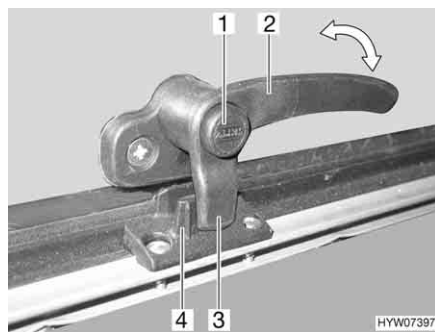
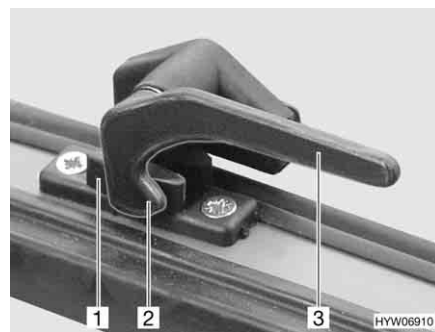

Fig. 57 Leva di serraggio con bottone di sicurezza in posizione "Chiuso"
Fig. 58 Leva di serraggio in posizione "Chiuso"
- Se presente, premere e tenere premuto il bottone di sicurezza (Fig. 57,1).
- Ruotare la leva di serraggio (Fig. 57,2 o Fig. 58,3) di un quarto di giro verso il centro della finestra.
- Ruotare la leva di serraggio (Fig. 57,2 o Fig. 58,3) di un quarto di giro verso il telaio della finestra. Il nasello di chiusura (Fig. 57,3 o Fig. 58,2) della leva di serraggio si trova completamente sul lato interno della chiusura della finestra (Fig. 57,4 o Fig. 58,1).
- In posizione "Completamente chiusa" (Fig. 57 e Fig. 58)